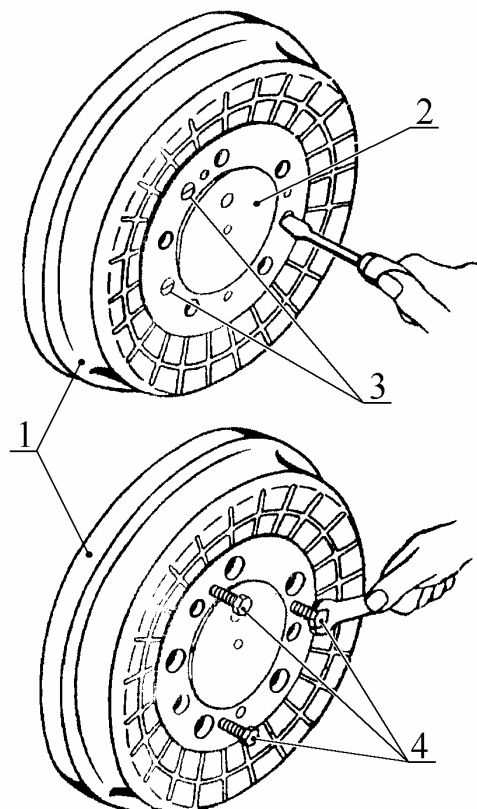

Рис. 12. Снятие тормозного барабана:
6.10.4. Снять тормозной барабан 1 (рис. 12) с шейки фланца полуоси 2 с помощью трех технологических болтов 4, предварительно вывинтив и сняв три винта 3 его крепления к фланцу полуоси 2